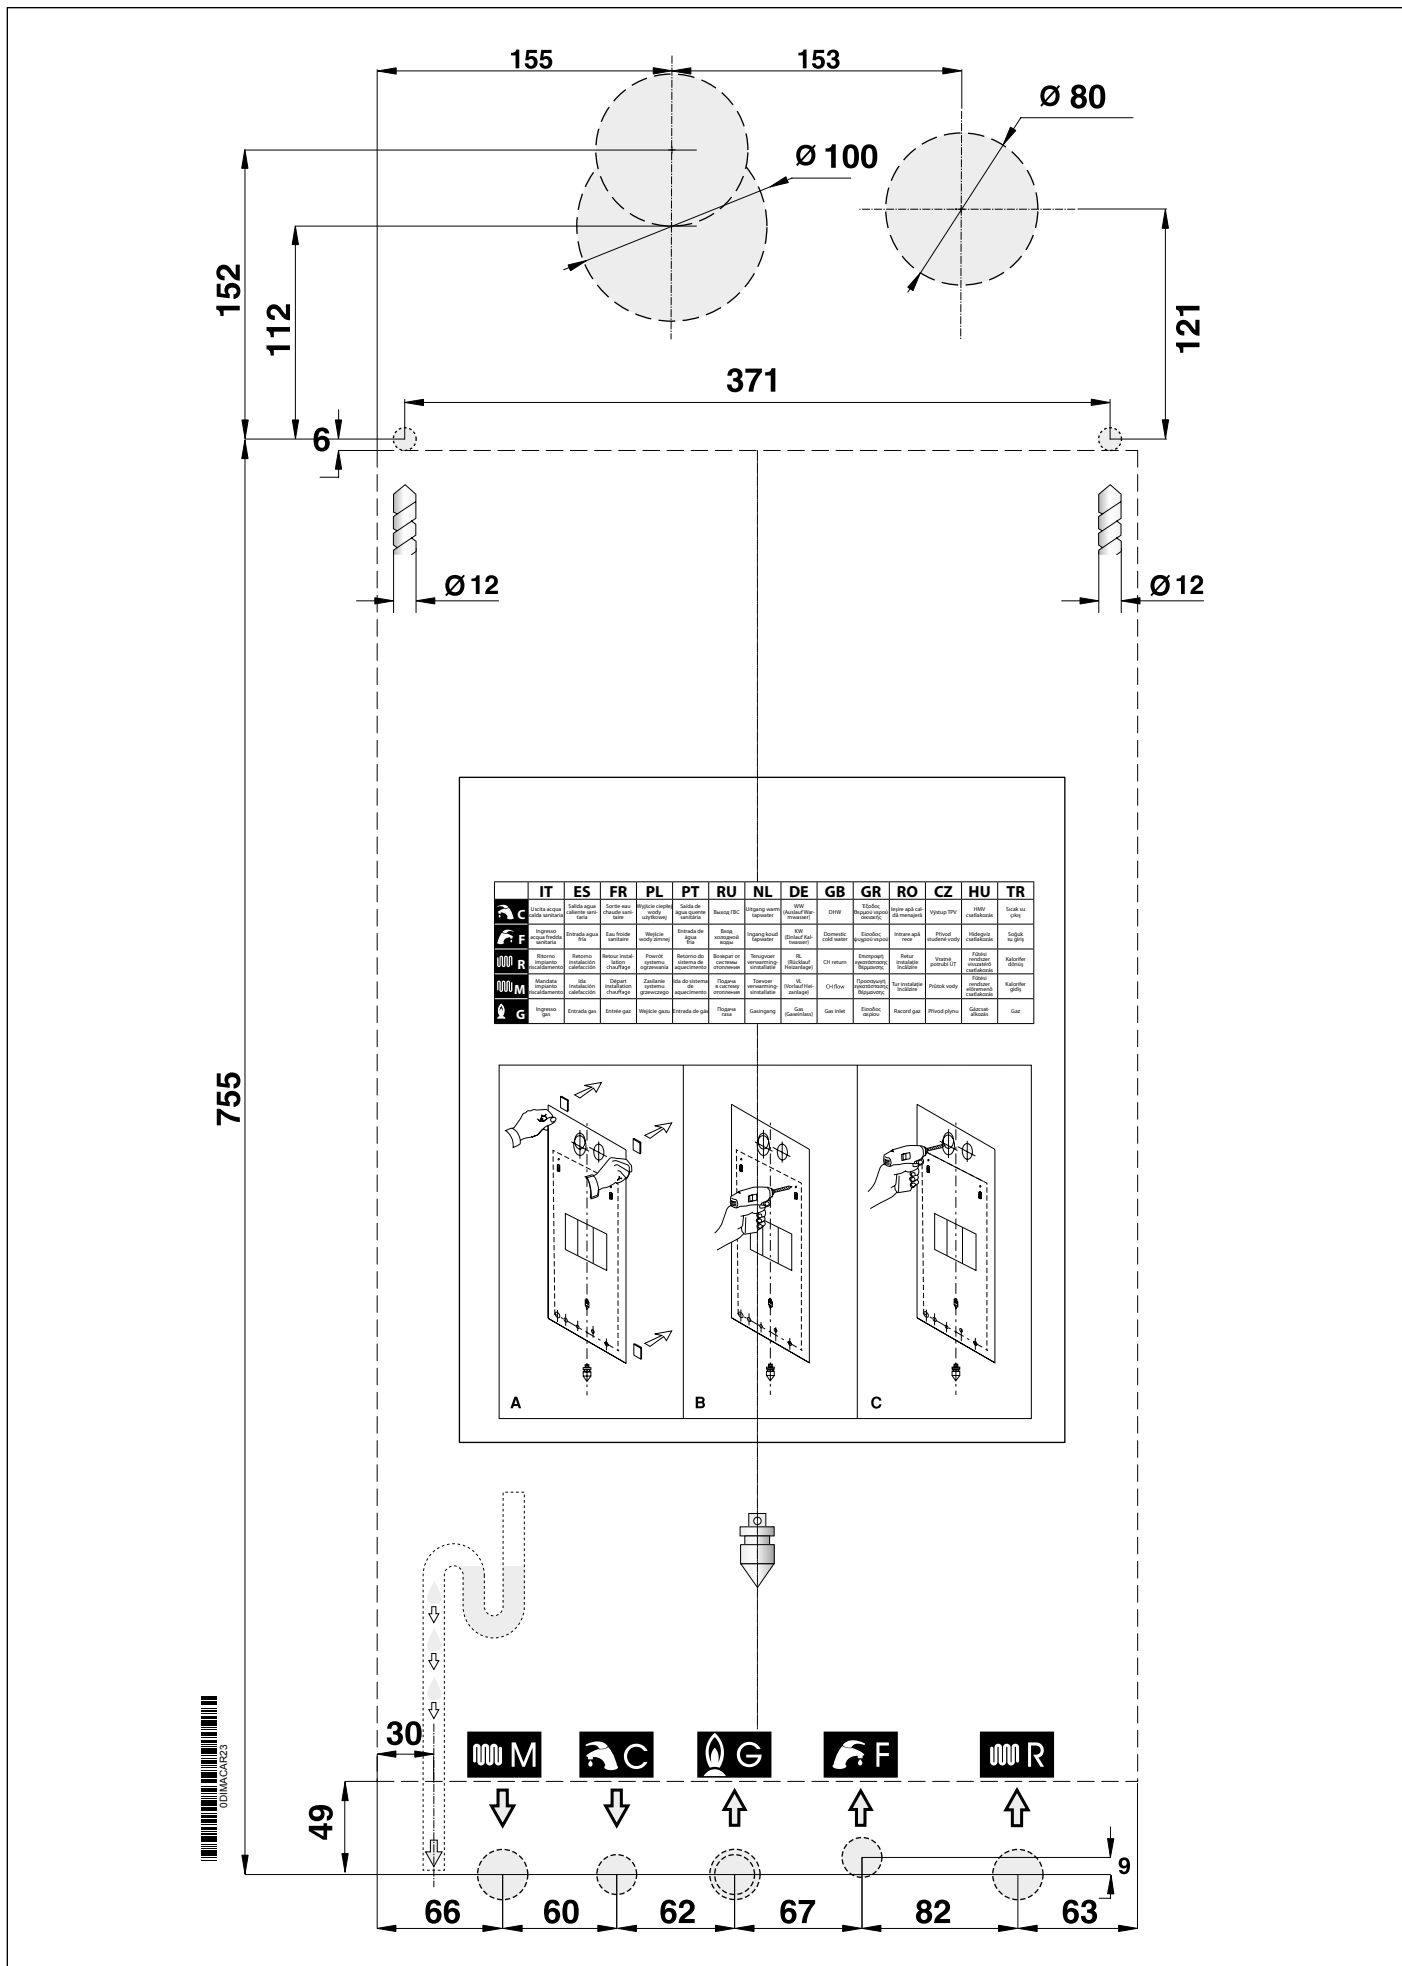

Рис. 9 Паперовий шаблон.
- монтажний паперовий шаблон (див. Рис. 9 Паперовий шаблон.);
Кожний котел забезпечений спеціальним паперовим шаблоном, що знаходиться в упаковці (див. Рис. 9 Паперовий шаблон.).